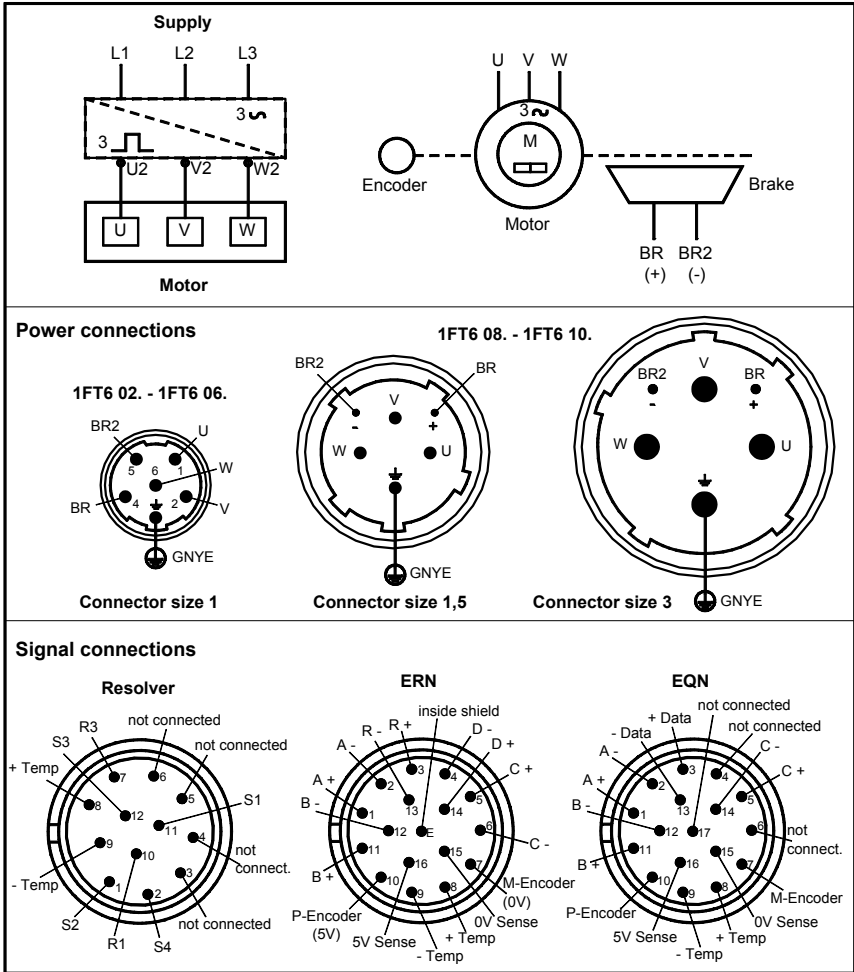
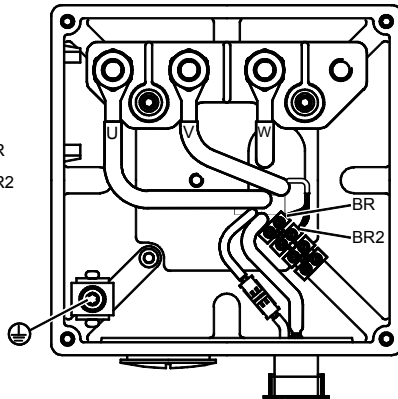

Fig. 6 Câblages
Fig. 8 Boîte à bornes
- Respecter les données indiquées sur la plaque signalétique (Chap. 3.1) et sur les schémas de connexion (Fig. 6).
2. Attribuer les connecteurs comme indiqué à la Fig. 6. Raccorder le conducteur de protection.
3. Raccorder le frein via la prise de puissance comme indiqué à la Fig. 6.
2. Attribuer les prises comme indiqué à la Fig. 6.
1. Affecter les bornes de la boîte de bornes comme indiqué à la Fig. 8, raccorder le conducteur de protection.
- Raccordement des freins par la prise de puissance (Fig. 6) ou la boîte à bornes (Fig. 8).
Pour cela, le relier aux broches BR, BR2 (Fig. 6, Fig. 8) 24 V DC $\pm 10\%$ et vérifier que le rotor tourne librement (pas de bruits de frottement).